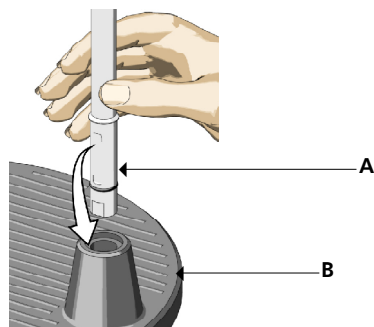
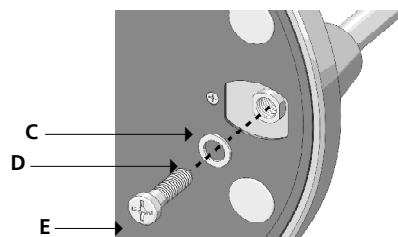
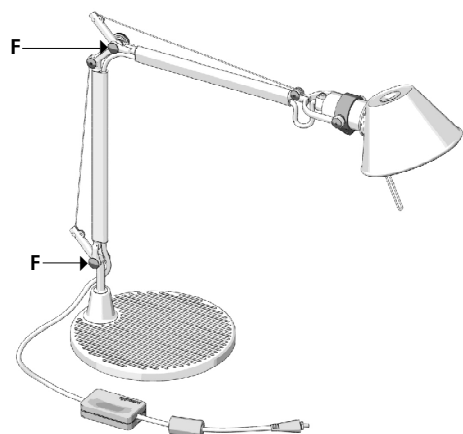

Fig. 1
Fig. 2
Fig. 3
**ISTRUZIONI BASE TAVOLO:** Inserire il corpo lampada A nella base B (fig.1). Capovolgere la base B, posizionare la boccola C, la rondella piana D e bloccare con la vite E (fig.2). Agire sulle due ghiera F per aumentare o diminuire la rigidità dell'apparecchio (fig.3).
**INSTRUCTIONS BASE TABLE:** Insérer le corps de la lampe A dans la base B (fig.1). Renverser la base B, positionner la douille C, la rondelle D et visser la vis E (fig.2). Agir sur les deux bagues F pour augmenter ou diminuer la rigidité de l'appareil (fig. 3).
**TABLE BASE INSTRUCTIONS:** Insert fixture body A into base B (fig.1). Turn base B upside down, position bush C washer D and lock with screw E (fig.2). Act on two ring nuts F to increase or decrease the stiffness of the fixture (fig. 3).
**ANLEITUNGEN BASIS TISCH:** Den Beleuchtungskörper A in die Basis B einstecken (Abb.1). Die Basis B umkehren, die Buchse C, die Unterlegscheibe D positionieren und die gelieferte Schraube E an dem Lampenkörper anschrauben (Abb. 2). Die zwei Ringe F drehen, um die Starrheit des Gerät zu steigern oder verringern (Abb.3).
**ISTRUCCIONES BASE MESA:** Introducir el cuerpo lámpara A en la base B (fig.1). Volcar la base B, poner el casquillo C la arandela D y atornillar el tornillo E entregado con el cuerpo lámpara (fig.2). Mediante las dos abrazaderas F aumentar o disminuir la rigidez del aparato (fig. 3).